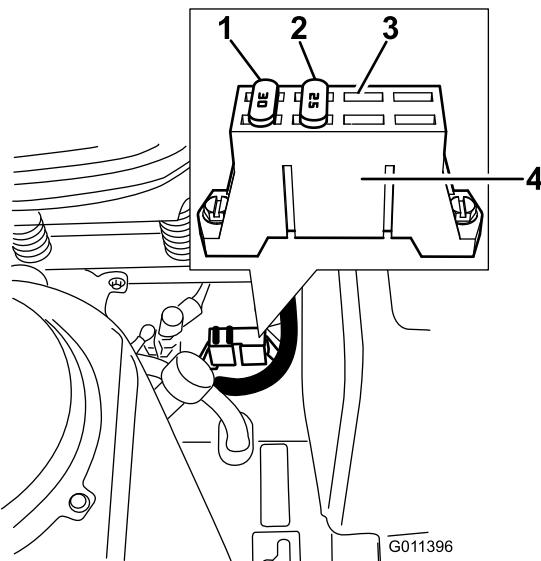

**Figura 49**
2. Cuando la batería esté completamente cargada, desconecte el cargador de la toma de electricidad, luego desconecte los cables del cargador de los bornes de la batería (Figura 49).